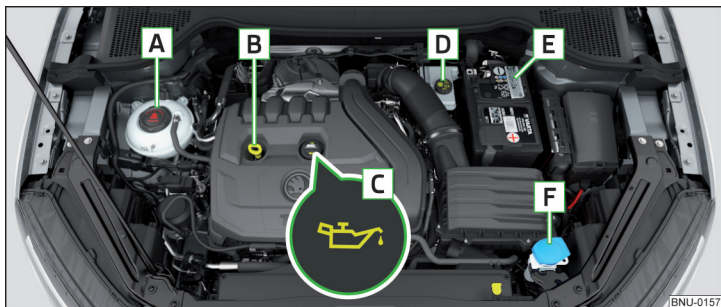

Abb. 306 Anordnungsbeispiel im Motorraum
- Den Deckel der Motoröleinfüllöffnung **C** abschrauben » Abb. 306 auf Seite 282.